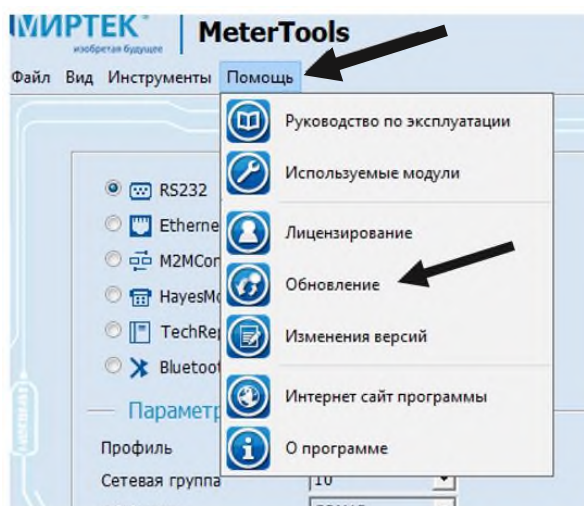

Рисунок 1.1
- 1.2 При каждом запуске программа будет проверять обновление при наличии подключения по сети Интернет. При необходимости можно запустить обновление вручную (рис. 1.1).